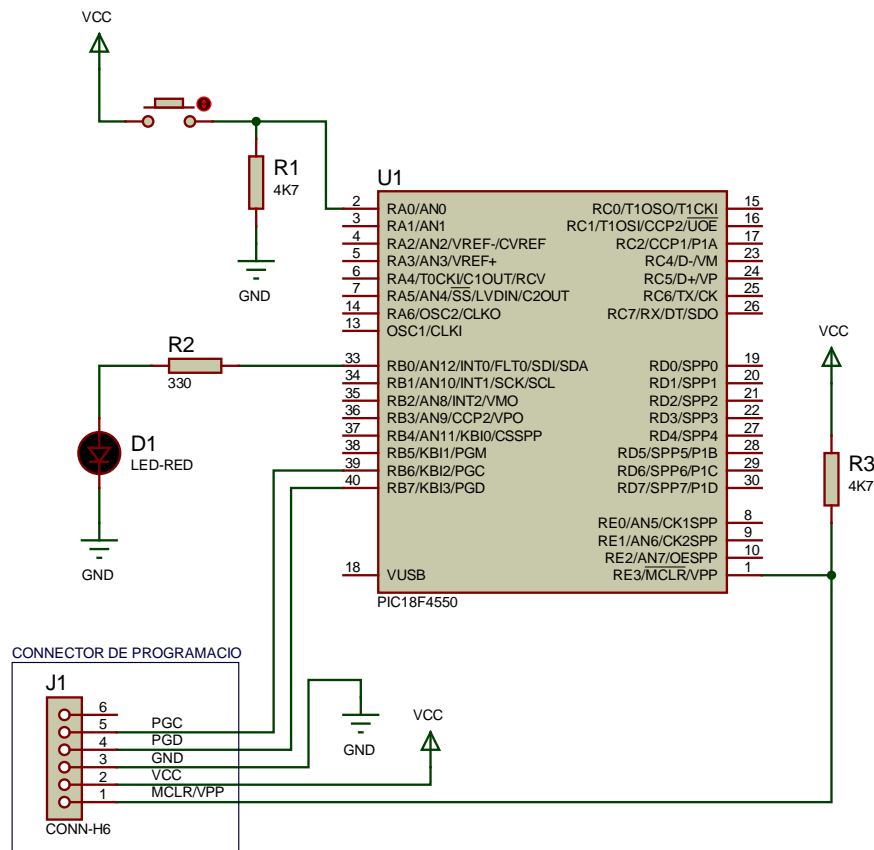

Figura 4
- Implementació física del circuit sobre *protoboard*. Cal afegir al circuit físic el cablejat necessari per a poder programar-lo 'in circuit' amb el dispositiu de programació ICD3. La figura 4 ens mostra l'esquema complet del circuit que heu de muntar. La tensió d'alimentació V_{CC} l'obtindrem d'una font d'alimentació. Haurem d'ajustar la font per a que ens doni una tensió de **5 Volts**.
A part del circuit que veiem a la figura 4, hem de fer les connexions necessàries amb els pins d'alimentació del PIC. El Proteus no ens mostra els diferents pins d'alimentació del micro, però són els següents: